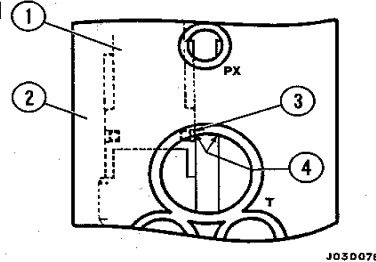

FIGURA 3-7 MONTAJE DEL ANILLO GLYDE
4. Monte el émbolo accionador (3) "B1" en el circuito "B1". Tenga cuidado de no dañar o cortar el anillo Glyde durante el montaje. Observe el conjunto del anillo Glyde a través de la lumbrera del estanque a medida que se monta el émbolo. (Consulte la Figura 3-7). Es probable que sea necesario trabajar en los anillos Glyde pasado el borde cortante del cuerpo para evitar dañar el sello. Asegúrese que el émbolo de accionamiento esté compl